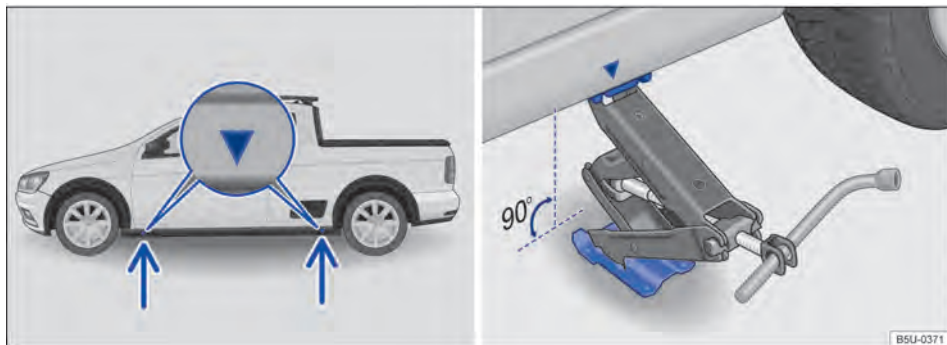

Fig. 206 Pontos de apoio do macaco e macaco posicionado no lado esquerdo traseiro do veículo.
O macaco somente pode ser posicionado nos pontos de apoio indicados (marcação na carroceria) → Fig. 206. É válido o ponto de apoio localizado próximo à roda correspondente → ⚠.
7. Procurar sob o veículo o ponto de apoio do macaco → Fig. 206, mais próximo da roda a ser trocada.
9. Garantir que a base do macaco, com toda sua superfície, esteja sobre o chão e que a base se encontre perpendicularmente abaixo do ponto de colocação → Fig. 206.
10. Alinhar o macaco e, simultaneamente, levantar a garra do macaco até ela se encaixar na travessa debaixo do veículo → Fig. 206.
- Posicionar o macaco somente nos pontos indicados. A garra do macaco deve se encaixar no perfil da longerina de forma segura → Fig. 206.